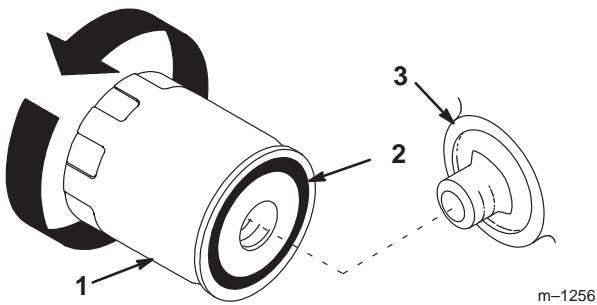

Figure 18
2. Déposez le filtre à huile usagé et essuyez la surface du joint de l'adaptateur (Fig. 18).
4. Appliquez une fine couche d'huile propre sur le joint en caoutchouc du filtre de rechange (Fig. 18).
- 5. Posez le filtre à huile de rechange sur l'adaptateur. Tournez le filtre dans le sens horaire jusqu'à ce que le joint en caoutchouc touche l'adaptateur, puis donnez de 2/3 à 1 tour supplémentaire (Fig. 18).